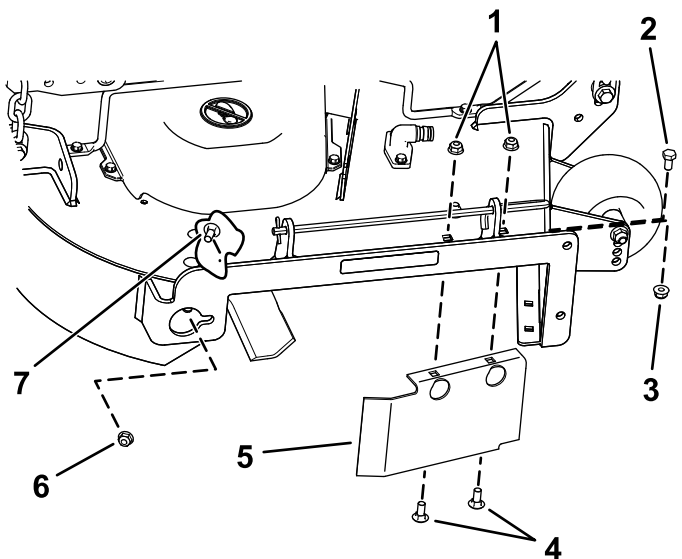

Figura 33
8. Remova o parafuso de carroçaria (5/16 pol. x ¾ pol.) e porca de bloqueio (5/16 pol.) na parede lateral da plataforma do cortador que prende o abafador à plataforma (Figura 33).
9. Localize o resguardo do abafador na extremidade frontal da abertura de descarga lateral (Figura 33).
10. Remova as fixações que prendem o resguardo do abafador e abafador direito à plataforma do cortador (Figura 33).
13. Instale as fixações previamente removidas nos furos frontais na placa de descarga e furo frontal na plataforma (Figura 33).